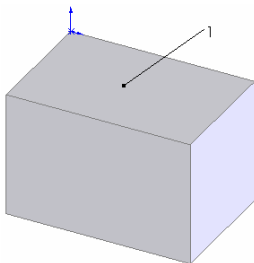

图 5-186 拉伸的图形
- ❸ 拉伸实体。选择菜单栏中的“插入”→“凸台/基体”→“拉伸”命令，将上一步绘制的草图拉伸为“深度”为 40 的实体，结果如图 5-186 所示。
- ❹ 执行特型特征。选择菜单栏中的“插入”→“特征”→“自由形”命令，此时系
⑤ 设置属性管理器。在“特型特征”标签的“要变形的面”一栏中，用鼠标选择图 5-186 中的表面 1，按照图 5-187 所示进行设置。